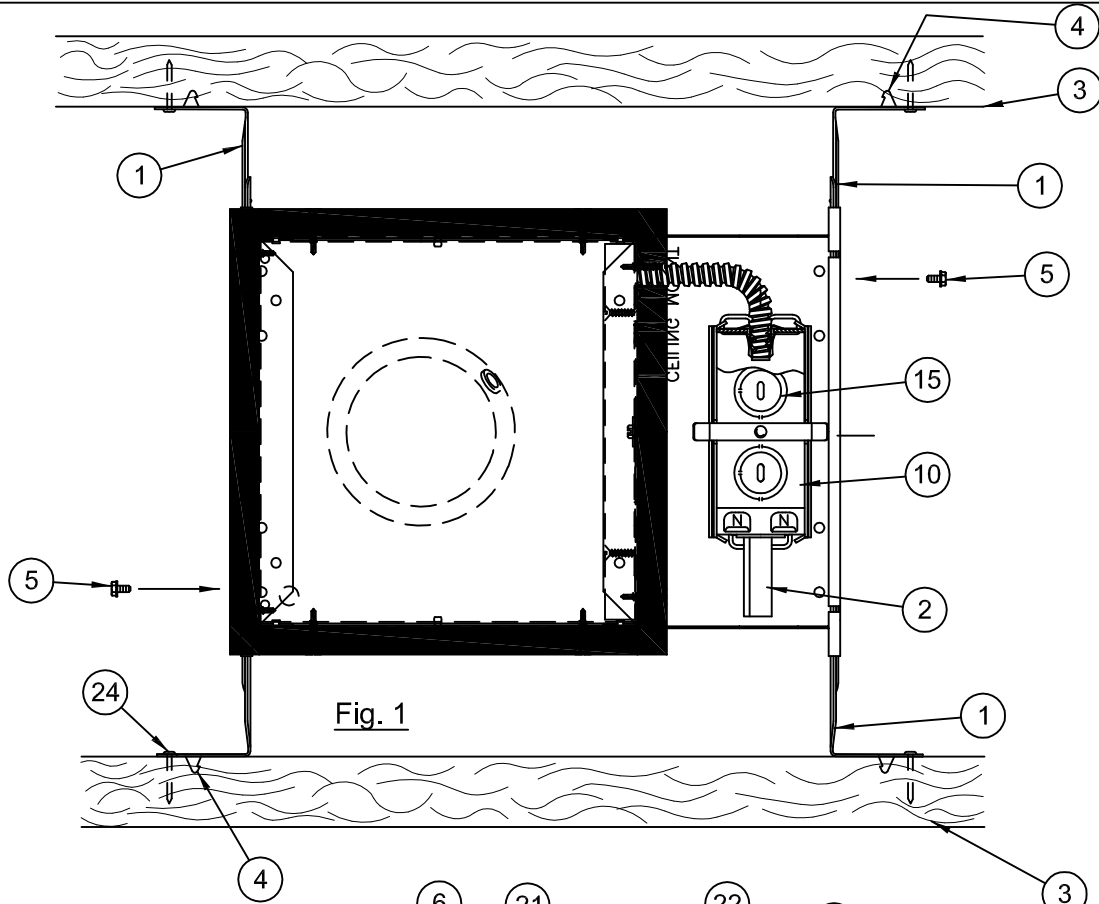

Fig. 1
- 1.- Slip Bar Hangers (1) through Slots in Plaster Frame (2). Hold Frame (2) in desired position between Joists (3) and drive Bar Hanger Tabs (4) into Joists. Use a minimum 1" lg. steel nail or screw (24) through Holes in Bar Hanger ends for additional support. Tighten Bar Hanger Locking Screws (5) in ends of Plaster Frame (2) to prevent lateral movement of Plaster Frame. (See Fig.1 and 2)
- 1.- Introduzca los colgadores de barra (1) en las ranuras en el armazón enyesado (2). Mantenga el armazón enyesado (2) en la posición deseada entre las viguetas (3) y clave las pestañas de colgadores de barra (4) en las viguetas. Utilice un clavo de acero o tornillo de un mínimo de 1 pulgada (2,5 cm) de longitud (24) para proporcionar soporte adicional. Enrosque los tornillos de seguridad de colgadores de barra (5) en las extremidades del armazón enyesado (2) para evitar algún movimiento lateral del armazón enyesado. (Vea Fig. 1 y 2).
- 1.- Introduisez les barres de suspension (1) dans les rainures du cadre en plâtre (2). Tenez le cadre (2) dans la position désirée entre les solives (3) et clouez les pattes de barres de suspension (4) dans les solives. Utilisez un clou en acier ou une vis d'un pouce (2,5 cm) de long (24) pour offrir plus de support. Vissez les écrous de sûreté de barre de suspension (5) dans les bouts du cadre en plâtre (2) pour éviter la possibilité d'un mouvement latéral du cadre en plâtre. (Voir Fig. 1 et 2).